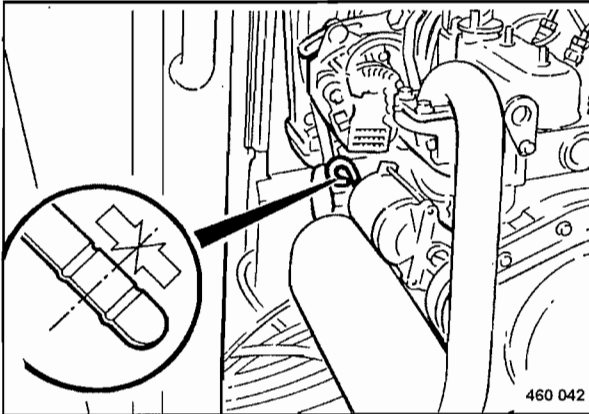

Fig. 75
- Extraer la varilla de medición de aceite (Fig. 75), limpiarla con un paño limpio y libre de hilachas, e introducirla hasta el tope.